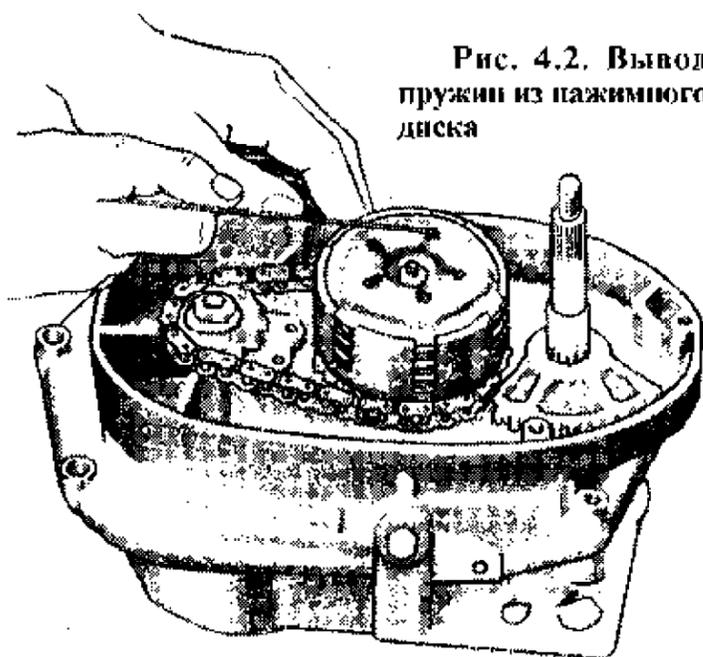

Рис. 4.2. Вывод
- ✓ с помощью крючка (рис. 4.1) снять концы пружин с нажимного диска и поворотом против часовой стрелки, ввести все пять пружин внутрь барабана (рис. 4.2);